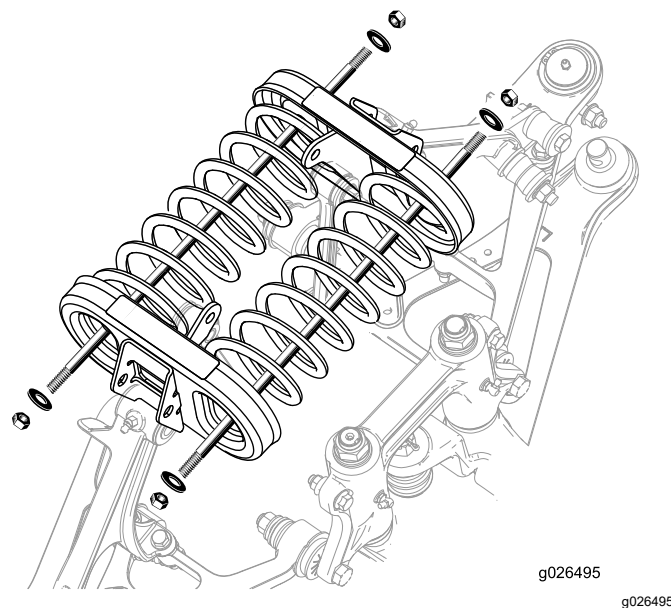

Figura 19
3. Montați piulițele și aibele la ambele capete ale tijei (Figura 19).
4. Strângeți o piuliță pe fiecare tijă pentru a fixa arcurile (Figura 19).